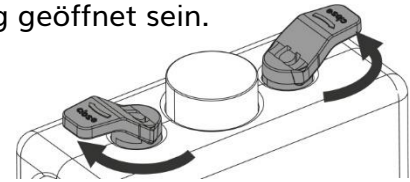

Bild 1
- ◆ Öffnen Sie ggfs. die ein- und ausgangsseitige Absperrung, um mit dem Füllvorgang zu beginnen (siehe Bild 1).